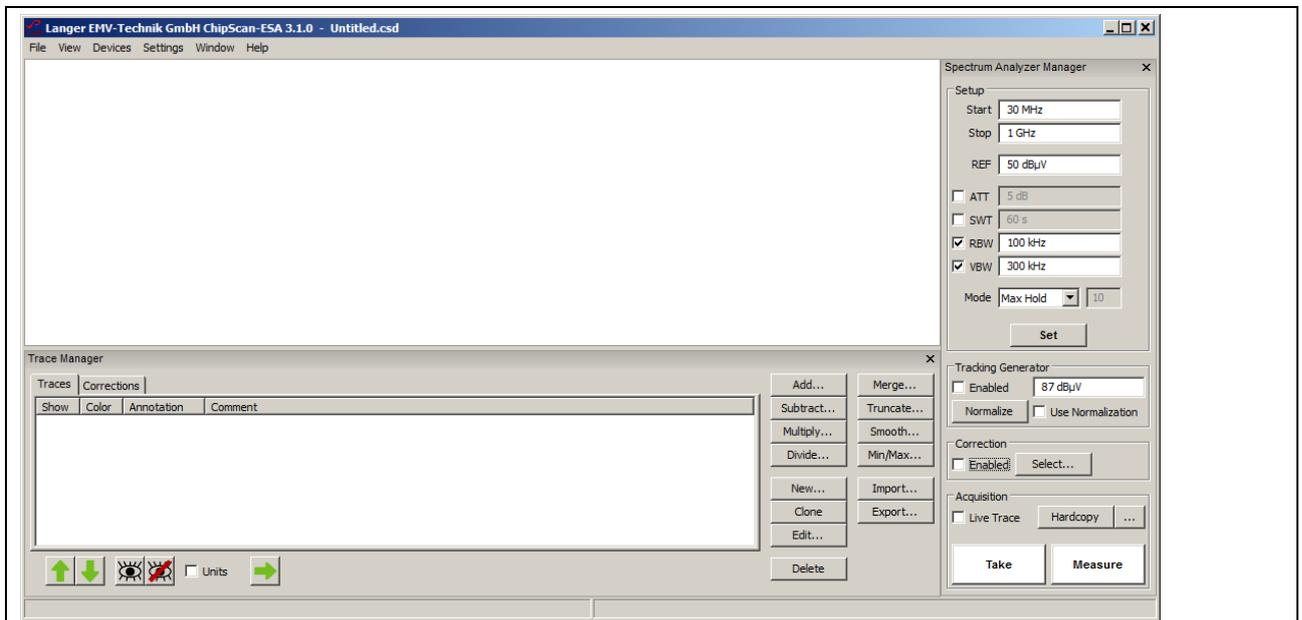
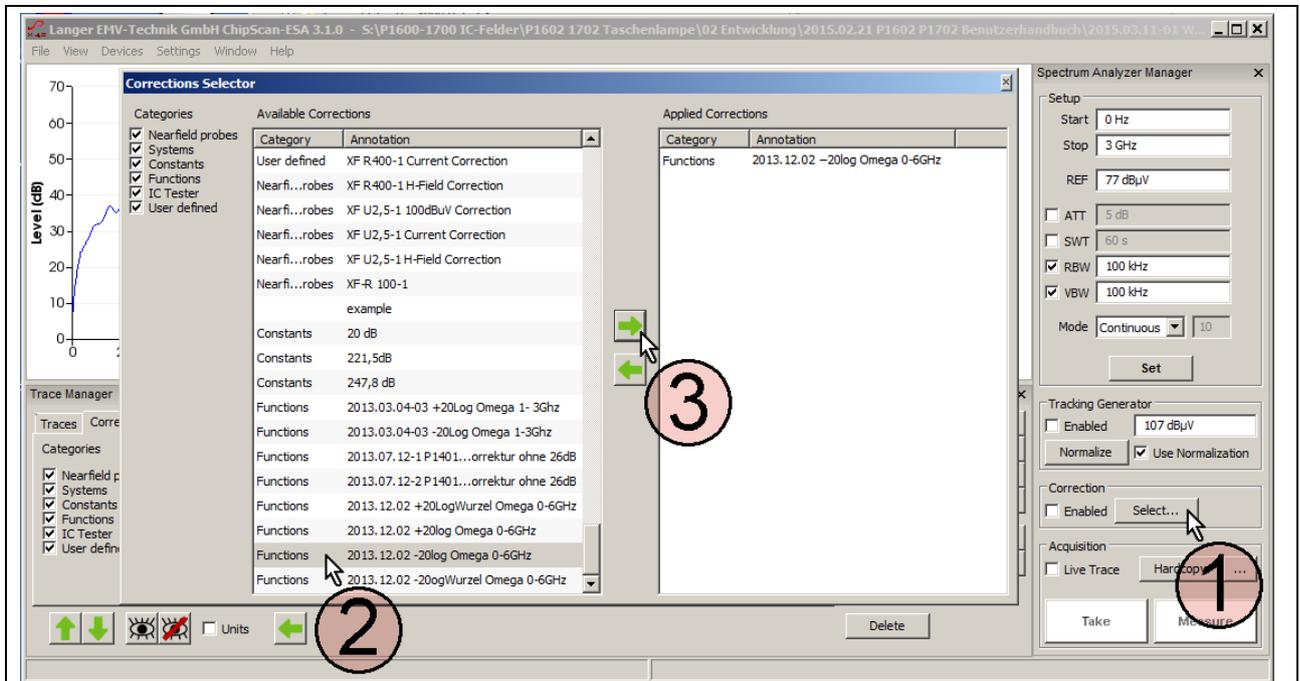
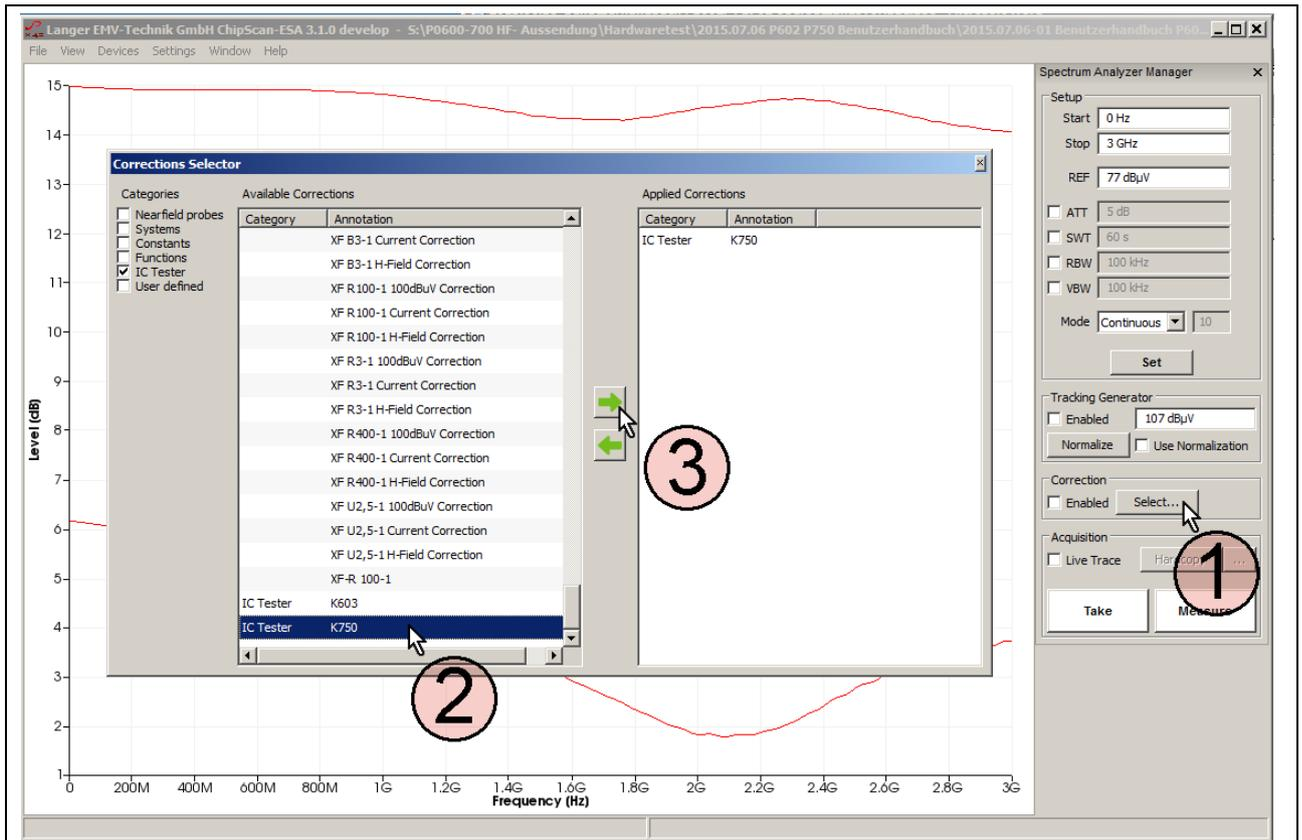

Bild 42: Haupteinstellungen des Spektrumanalysators im „Spectrum Analyzer Manager“ (rechte Seite).
Bild 43: Anwenden von mathematischen Funktionen durch Zuschalten im „Corrections Selector“.
Bild 44: Laden der Korrekturkurve „K750“ in den „Corrections Selector“.
Im „Spectrum Analyzer Manager“ sind die Haupteinstellungen des Spektrumanalysators vorzunehmen (**Bild 42**). Zur Korrektur des Frequenzgangs des Messergebnisses  $U_{AV}(\omega)$  der Probe **P603** oder **P750** sind die Korrekturkurve „K603“ oder „K750“ zu verwenden. Die Umrechnung von  $U_{AV}(\omega)$  auf  $I_C(\omega)$  und  $U_{IC}(\omega)$  kann automatisch im „Spectrum Analyzer Manager“ unter „Correction“ erfolgen. Dafür ist die Korrekturkurve „K603“ oder „K750“ zu verwenden. Weiterhin können mathematische Funktionen angewendet werden (**Bild 43**). Zum Beispiel die Division durch  $\omega$  im Zeitbereich.
Zur Auswahl für die Korrektur wird im „Spectrum Analyzer Manager“ unter „Correction“ der Button „Select“ angewählt (Mauszeiger ① Bild 43).
Es öffnet sich das Fenster „Corrections Selector“ (Bild 43). Die Korrekturkurve -20 Log  $\omega$  wird mit dem Mauszeiger ② aktiv geschaltet. Durch Betätigen der „nach rechts“ Taste ③ wird die Korrekturkurve in das Verzeichnis „Applied Corrections“ geholt. Weitere Korrekturfaktoren und Korrekturkurven (Bild 44) wie z.B. „K603“ oder „K750“ können auf gleichem Weg hinzugefügt oder einzeln geladen werden (Bild 44).